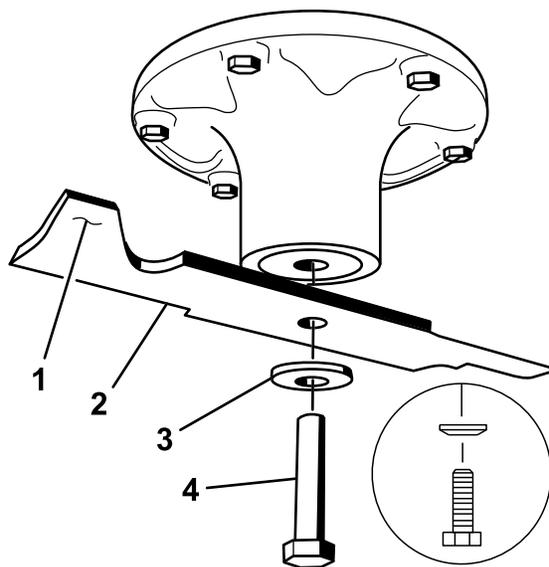

図 70
2. スピンドルのシャフトからブレードボルト、湾曲ワッシャ、ブレードを取り外す 図 70。